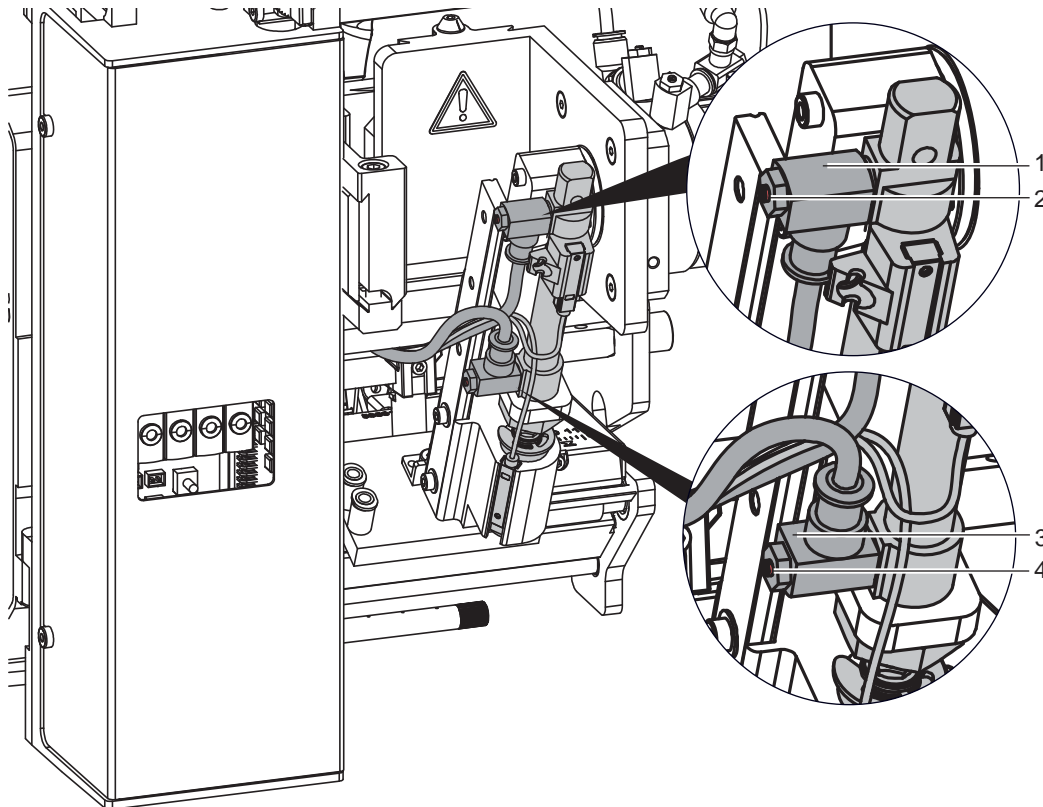

Bild 21 Drosselventile am Zylinder Z
1. Zylinderschrauben (1) lösen.
2. Zylinderbaugruppe (4) inklusive Stempel und Querträger auf der Schiene so verschieben, dass der Abstand der Stempelkante (9) zur Spendekante (10) wie in Bild 21 eingestellt ist. Orientierung: Skala (6) und Kante (5)
3. Zylinderschrauben (1) anziehen.